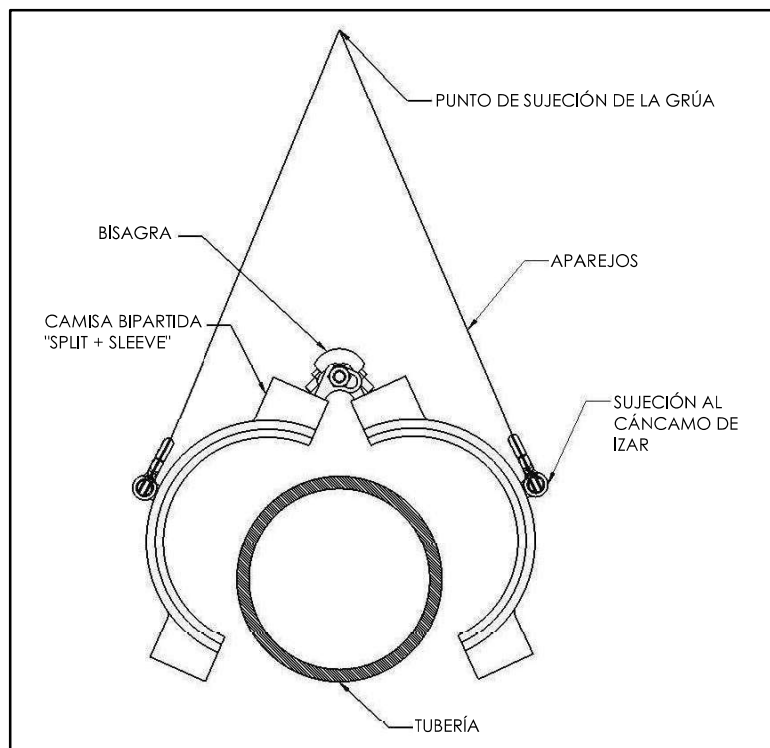

Figura 12
3. Sujete los aparejos del tamaño apropiado, como cadenas, cables o correas, a un punto único de sujeción de la grúa. El aparejo debe ser lo suficientemente largo como para que no interfiera con la apertura y cierre del accesorio como se muestra en la Figura 12.
4. Levante el accesorio por el punto único de sujeción de la grúa. La camisa bipartida "Split+Sleeve" se abrirá como se muestra en la Figura 12.
5. Coloque el accesorio por encima de la tubería y bájelo lentamente sobre la tubería como se muestra en la Figura 12. El interior del accesorio entrará en contacto con la tubería y el accesorio comenzará a cerrarse a medida que se baja. Algunos accesorios pueden requerir una fuerza lateral adicional para cerrar el accesorio alrededor del tubo. Siempre mantenga todas las partes del cuerpo alejadas del interior del accesorio en todo momento mientras se baja el accesorio sobre el tubo. Esto es para garantizar la seguridad en caso de que el accesorio se cierre de golpe.